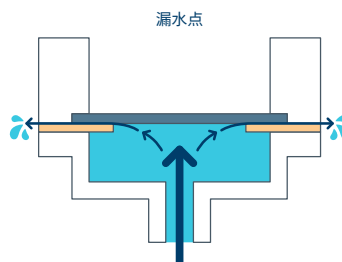

图 6：背胶 / 测试板贴合面漏水
1. 背胶 / 测试板贴合面漏水：水从背胶和测试板的结合面渗出，没有穿透防水膜，如图 6 所示。